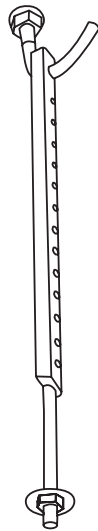

Abb. 3.4
4. Montieren Sie die vier Aufhängebolzen (siehe Abb. 3.4).